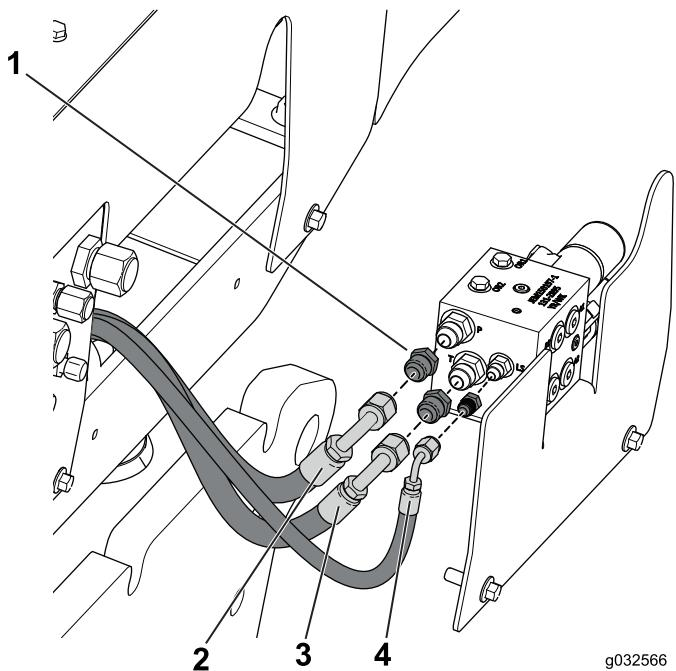

Figura 4
- Conecte las mangueras hidráulicas a los acoplamientos de la válvula de solenoide, según se muestra en Figura 4.